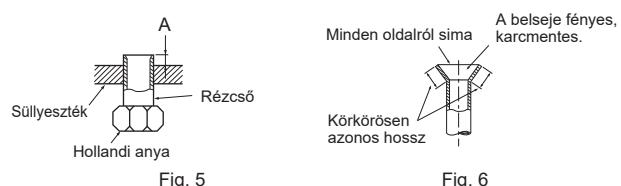

Fig. 4
- 4) Peremezés (Fig. 4, 5). Tartsa meg szilárdan a rézcsövet a táblázatban jelzett méretnél. Vállassza ki az A mm értéket a táblázatból a szerszám szerint, amit használ.